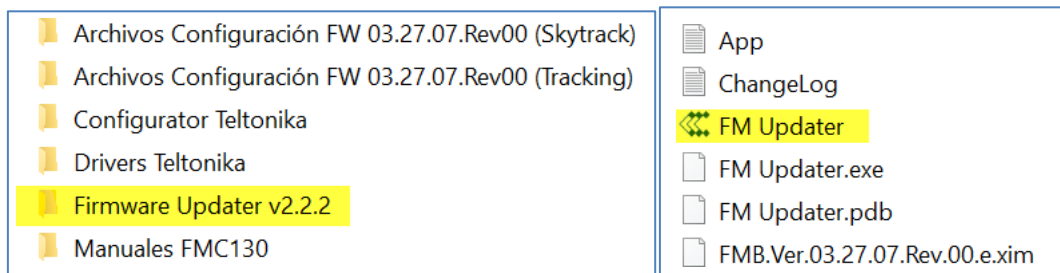
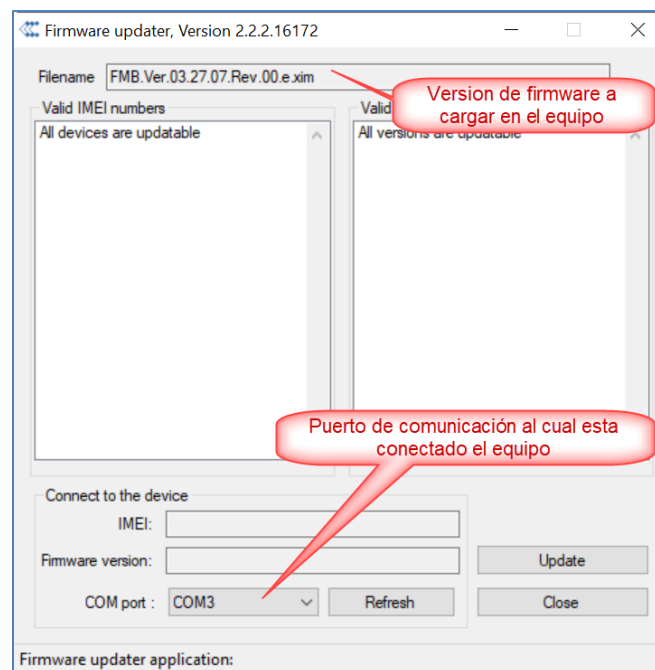

Figura 5. Ubicación e identificación del Software para actualización del Firmware del FMC130
Figura 6. Software Firmware Updater
4. Al ejecutar se abrirá la siguiente pantalla, la cual se detalla en la figura 6:
3. Abra el Configurador del dispositivo y verifique que el dispositivo sea detectado. En la figura 5. se puede observar que se detectó el dispositivo FMC130, marcado en rojo el número de IMEI, en amarillo la versión de Firmware que tiene el dispositivo, y en verde el número del puerto COM al cual está conectado.
3. Abra el Configurador del dispositivo y verifique que el dispositivo sea detectado ver figura 5. Ingrese al configurador (figura 6)